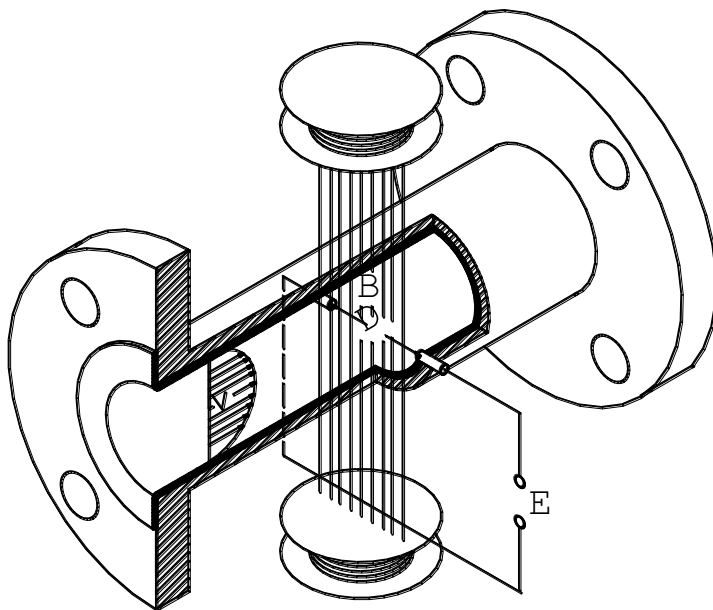

Рис.4.1
4.1.1 Принцип действия расходомера основан на явлении электромагнитной индукции (см. рис.4.1).
4.2.3 ППР представляет собой отрезок трубопровода из немагнитного материала (см. рис. 4.1), внутренняя поверхность которого футерована диэлектриком (фторопластом). В диаметрально противоположных стенках трубопровода установлены два электрода, контактирующие с измеряемой средой и предназначенные для съёма ЭДС индукции (E). Благодаря такой конструкции ППР расходомер вносит минимальное гидравлическое сопротивление в поток жидкости. Магнитная система ППР состоит из двух согласно включённых катушек возбуждения и магнитопровода. ЭДС индукции усиливается в блоке аналоговой обработки ППМ, преобразуется в цифровую форму и поступает затем в блок цифровой обработки сигнала. Блок аналоговой обработки сигнала также формирует ток, поступающий на катушки возбуждения магнитной системы ППР.